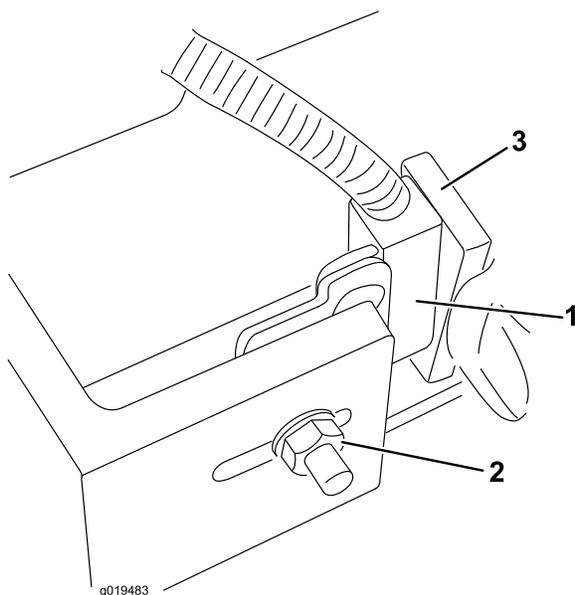

Figura 84
- Desaperte a porca do parafuso de carroçaria que está a fixar o suporte do interruptor do braço de elevação aos braços de elevação n.ºs 4, 6 ou 7 (Figura 84).